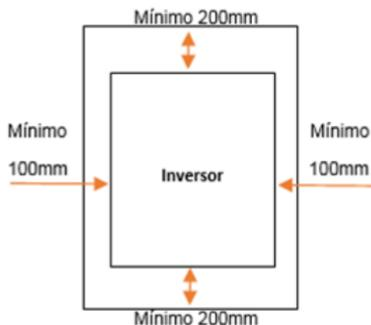

Figura 3-1 Espaçamento para instalação.
- A figura 3-1 mostra o espaçamento mínimo para garantir a ventilação adequada